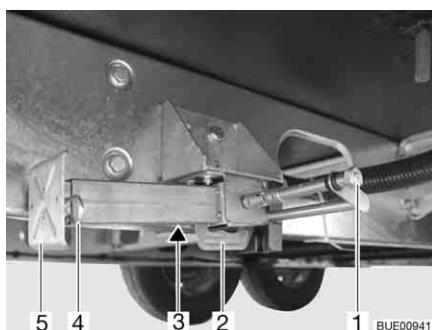

Fig. 20 Piedino di stazionamento
- Inserire la chiave a tubo nell'esagonale (Fig. 20,1) e ruotare fino a quando il piedino di stazionamento non si trova in posizione verticale verso il basso.
- Se la lunghezza del piedino di stazionamento è regolabile, sfilare la copiglia (Fig. 20,4) dal piede del prolungamento (Fig. 20,5).
- Inserire la chiave a tubo nell'esagonale (Fig. 20,1) e ruotare fino a quando il piedino di stazionamento non si stacca dal terreno.
- Spingere completamente all'interno il prolungamento dell'estremità del piedino (Fig. 20,5) e inserire la copiglia (Fig. 20,4) nel foro apposito.
- Girare sull'esagonale (Fig. 20,1), finché il piedino di stazionamento è orientato verso l'alto e la guida (Fig. 20,2) si trova proprio alla fine della scansalatura (Fig. 20,3).